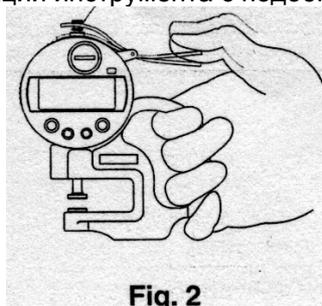

Fig. 2
- Для инструмента с цифровым индикатором в ползунковый узел рычага установлена прокладка (рис.2). *Это сделано для облегчения функционирования рычага. Никогда не удаляйте прокладку.